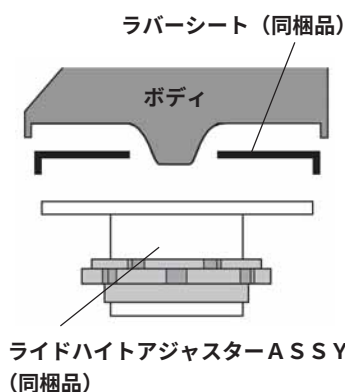

図 4-1
1. 図 4-1 を参考に、
を車両に取付けてください。（図 4-1）